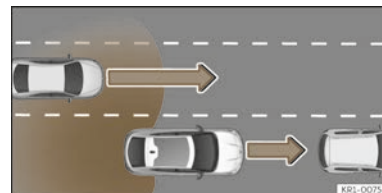

Abb. 147 Überholen mit Verkehr im hinteren Bereich.
- Bei einer Überholung durch ein anderes Fahrzeug >>> (**Abb. 147**).